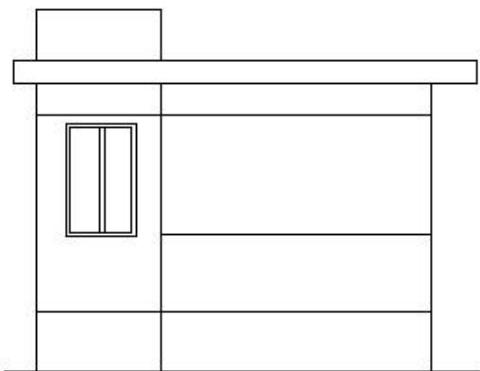
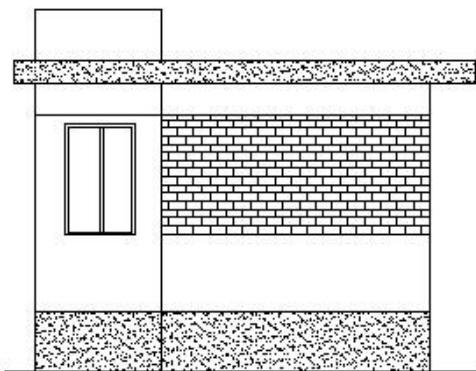

图 4-8 需要填充图案的房屋立面图
图 4-9 填充图案后的房屋立面图
1、为图 4-8 所示的房屋的立面图填充图案，其中中间墙体填充图案为 brick，填充比例为 500，屋顶和墙角部分填充图案为 AR-SAND，填充比例为 100，填充效果如图 4-9 所示。